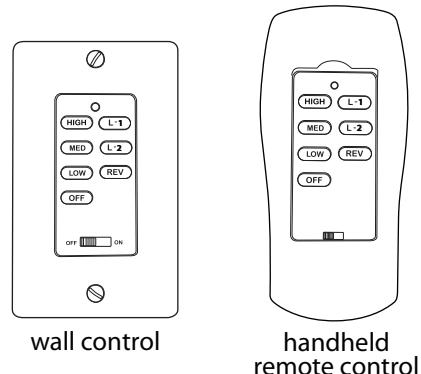

Fig. 9
- C. Operation buttons on front panel of remote/wall control (See Fig. 9):
- C. Botones de funcionamiento en el panel principal del control remoto/de pared (Ver la Fig. 9):